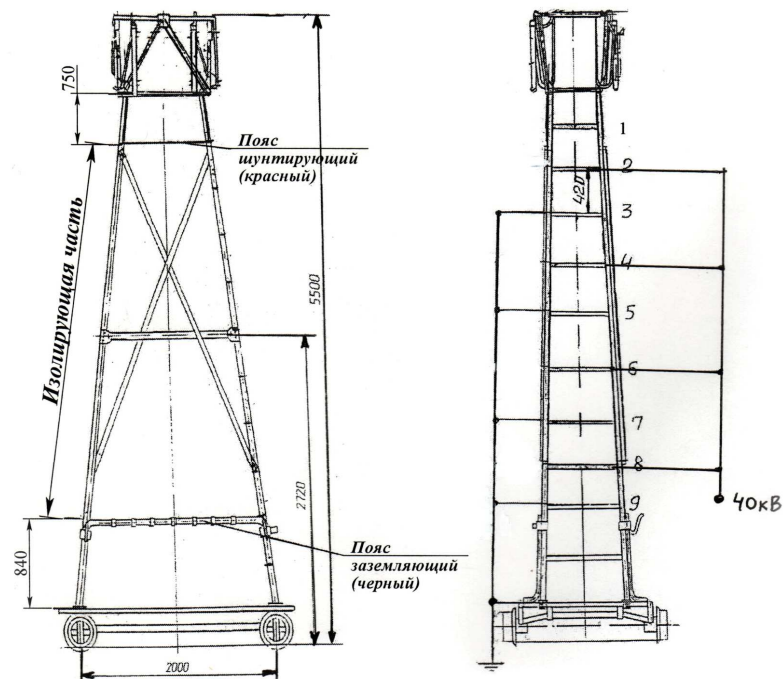

Рисунок 1 – Схема электрических испытаний изолирующей съёмной вышки повышенным напряжением частотой 50 Гц
Шунтирующие перемычки на нечетных ступенях №3, №5, №7, №9 и раму тележки (рисунок 1) соединяют между собой высоковольтным изолированным проводом с одной стороны вышки, а шунтирующие перемычки на четных ступенях №2, №4, №6 и №8 (рисунок 1) соединяют между собой высоковольтным изолированным проводом с противоположной стороны вышки.
2. Технология проведения электрических испытаний изолирующей съемной вышки для участков 25 кВ	<p>2.1. Электрические испытания изолирующей части изолирующей съемной вышки повышенным напряжением 40 кВ частотой 50 Гц, прикладываемого между соседними ступенями</p> <p>По указанию и под надзором производителя работ члены бригады должны:</p> <ul style="list-style-type: none"> <li>- забить в грунт вблизи передвижной испытательной установки специальный заземлитель на глубину не менее 0,5 м; запрещается забивать специальный заземлитель в земляное полотно;</li> <li>- соединить корпус передвижной испытательной установки отдельным заземляющим проводником из гибкого голого медного провода сечением не менее 10 мм2 со специальным заземлителем (защитное заземление);</li> <li>- установить вышку на не электрифицированный рельсовый путь (при испытаниях на территории района контактной сети), на бетонный пол или на ровную площадку на земле;</li> <li>- установить на ступенях № 2, 3, 4, 5, 6, 7, 8 и 9 (рисунок 1) по периметру вышки шунтирующие перемычки из голого гибкого медного провода, в качестве нижней шунтирующей перемычки следует брать раму тележки;</li> <li>- соединить шунтирующие перемычки на нечетных ступенях №3, №5, №7, №9 и раму тележки (рисунок 1) со специальным заземлителем и корпусом передвижной установки высоковольтным изолированным гибким проводом сечением не менее 4 мм2 (рабочее заземление);</li> <li>- соединить шунтирующие перемычки на четных ступенях №2, №4, №6 и №8 (рисунок 1) высоковольтным изолированным проводом сечением не менее 4 мм2;</li> <li>- проложить высоковольтный изолированный провод от четных ступеней вышки по диэлектрическим коврам до передвижной установки без его подключения к высоковольтному выводу испытательного трансформатора;</li> <li>- оградить изолирующую съемную вышку и проложенные соедини-</li> </ul>